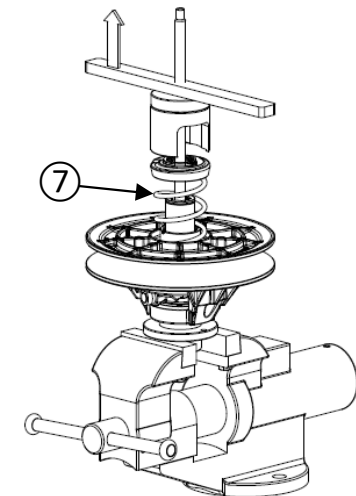

Figure 21
- Dévissez lentement la barre sur la tige filetée pour relâcher la tension du ressort ⑦ (figure 21).